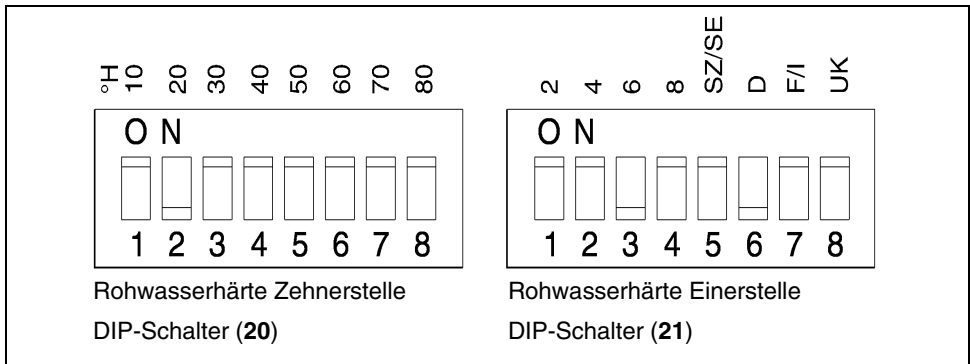

Abb. 10: DIP-Schalter
Die **Rohwasserhärte** wird über die DIP-Schalter (**20** und **21**) eingestellt (siehe Abb. 10).
- Kontakt 2 des DIP-Schalters (**20**) und Kontakt 3 des DIP-Schalters (**21**) in die Stellung gegenüber „ON“ schalten (siehe Abb. 10).